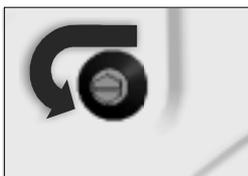

ABBILDUNG 1
- Lösen Sie die Schrauben, indem Sie sie mit einem passenden Schraubenzieher gegen den Uhrzeigersinn drehen. (ABBILDUNG 1)